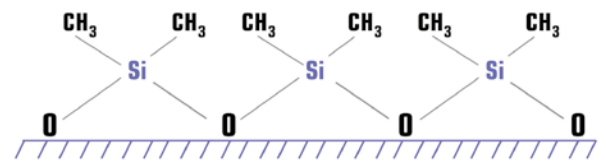

Fig. 1 Orientation of the silicone molecule on the glass surface.
- It provides a protective layer useful for fragile molecules, further minimizing the interactions between the product and the container (Fig. 1)
- ◉ Il apporte une couche protectrice pour les médicaments à base de molécules fragiles qui peuvent réagir au contenant verre (Fig.1)